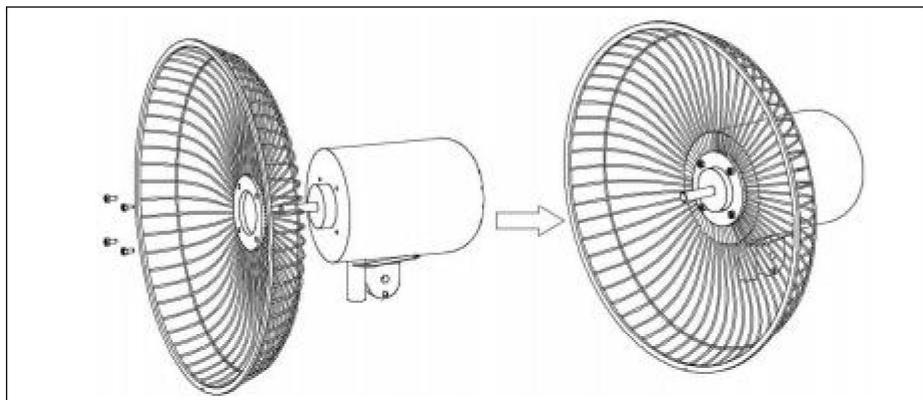

Figure 5.
1). Retirez les vis de la grille de la tête du moteur. Ensuite, fixez l'arrière grille (13) sur la tête du moteur avec la vis de la grille arrière (15) comme indiqué sur le schéma (Fig.5.)